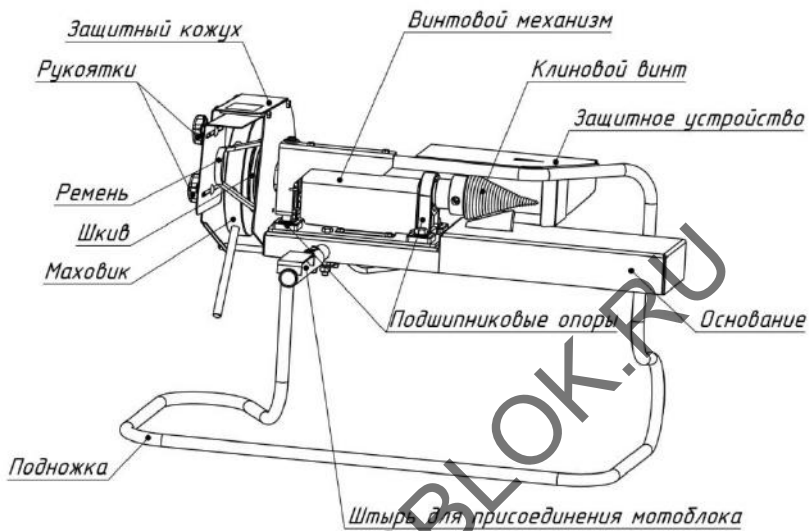
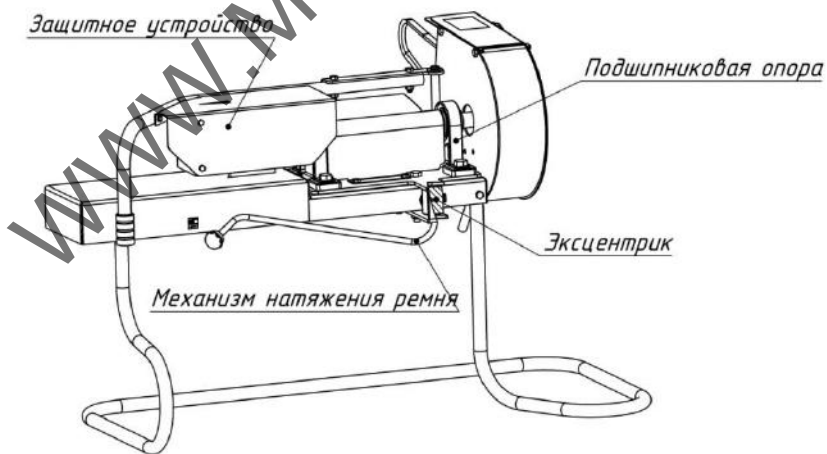

Рис.1
Рис.2
Дровокол (рис.1, 2) - это навесное оборудование к мотоблокам «Нева», предназначен для колки дров методом ввинчивания клинового винта.
НАЗНАЧЕНИЕ ОСНОВНЫХ СОСТАВНЫХ ЧАСТЕЙ ДРОВОКОЛА (рис.1, 2)
- 5) Установите подножку на место, согласно рис. 1 и рис. 2;